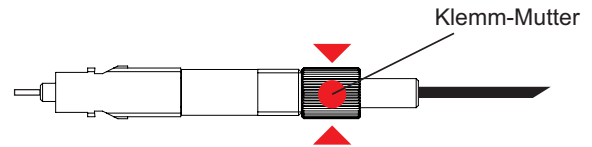

Bild 4 Klemmbereich SC-Klemmkontakt
- Durch das Anziehen (so fest wie möglich von Hand) der hinteren Klemm-Mutter (s. Bild 4) wird das POF-Kabel im Steckverbinder festgeklemmt.
- Anschließend wird durch das Anziehen (so fest wie möglich von Hand) der hinteren Klemm-Mutter (s. Bild 4) das POF-Kabel im Steckverbinder festgeklemmt.